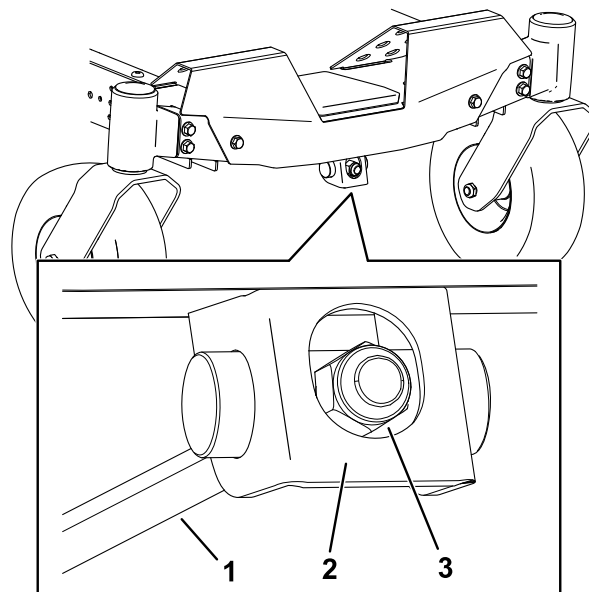

Figure 68
1. Tournez l'écrou de réglage à l'avant du tablier de coupe (Figure 68).